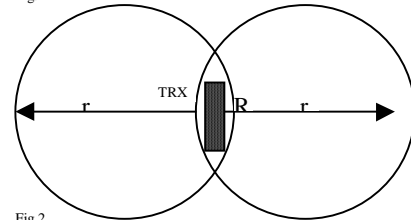

Fig.2
- Bariere radio locale (pereți, clădiri, etc) care atenuează sau reflectă semnalele radio (fig.2)